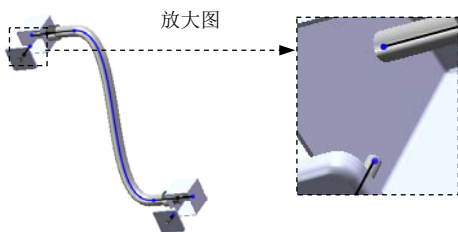
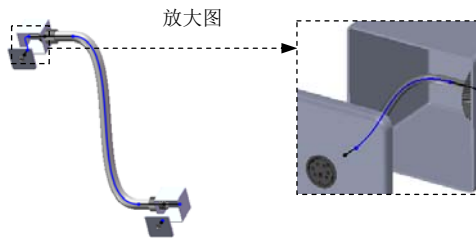

图 11.8.26 选择端点
图 11.8.27 电力线路 1
Step4. 创建电气线路 1。选择 **电气** 功能选项卡中的 **自动步路 (A)** 命令，系统弹出“自动步路”对话框；选择图 11.8.26 所示的两条端头的端点；在“自动步路”对话框 **步路模式(R)** 区域中选中 **编辑 (拖动) (E)** 单选项，调整电线线路，如图 11.8.27 所示；单击“自动步路”对话框中的 **✓** 按钮，完成电气线路 1 的创建。